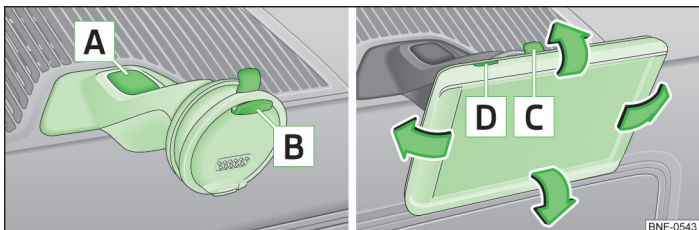

Fig. 67 Suportul aparatului multifuncțional / aparatul multifuncțional
- Așezați aparatul multifuncțional mai întâi în suportul superior » fig. 67 și apăsați-l în partea inferioară, în suport, până când se blochează »
- Înclinarea poate fi setată prin deplasarea aparatului multifuncțional în sensul săgeților » fig. 67, în poziția dorită »
- Cu cealaltă mână apăsați tasta de deblocare » fig. 67 și extrageți aparatul.
- Cu cealaltă mână apăsați tasta de deblocare » fig. 67.
- Aparatul multifuncțional poate fi cuplat prin apăsarea tastei » fig. 67.